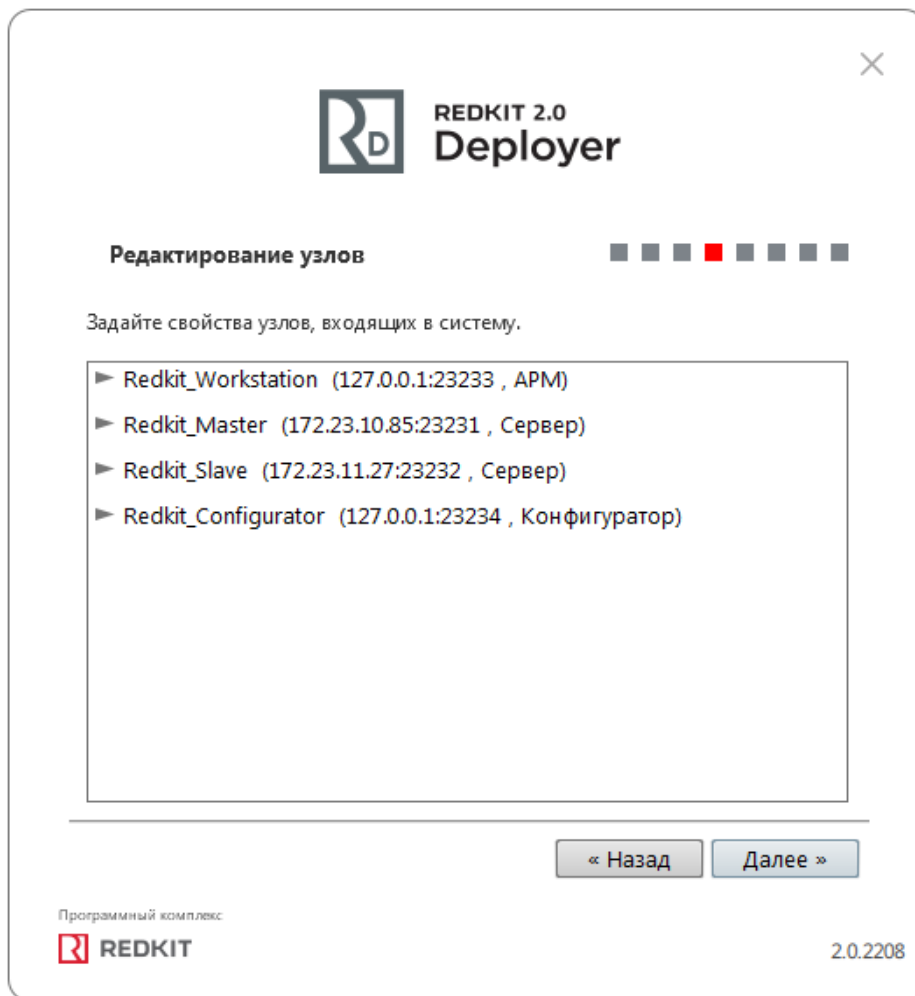

Рисунок 42 - Редактирование узлов
10. Убедитесь, что сетевые параметры узлов корректно указаны (Рисунок 42, Таблица 7), т.е.: